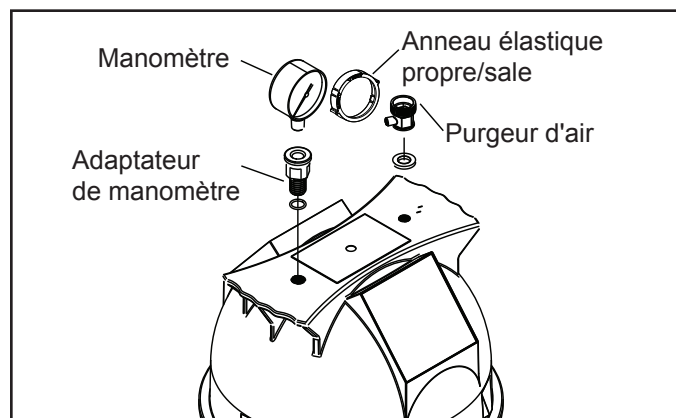

Figure 2. Ensemble manomètre et purgeur de pression
5. Installer le purgeur d'air dans le trou fileté portant la mention « Air Release » (purge d'air) dans le haut du filtre. Voir la Fig. 2.